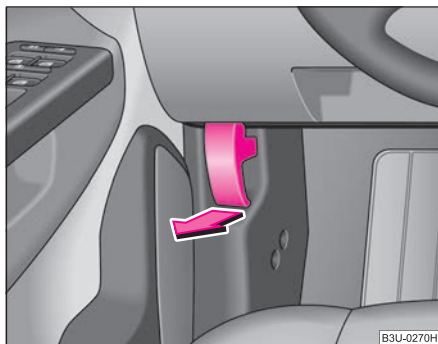

Fig. 172 Maneta de deblocare a capotei motorului
- Trageți maneta de deblocare de sub bord, pe partea conducătorului ⇒ fig. 172.
- Deblocați capota motorului ⇒ fig. 172.